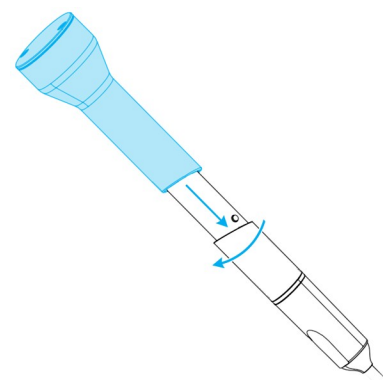

Figura 10: Usando a ponteira de verificação de integridade
3. Coloque a ponteira na peça de mão e gire-a em sentido horário para travá-la na posição (*consulte Figura 10: Usando a ponteira de verificação de integridade, p. 36*).